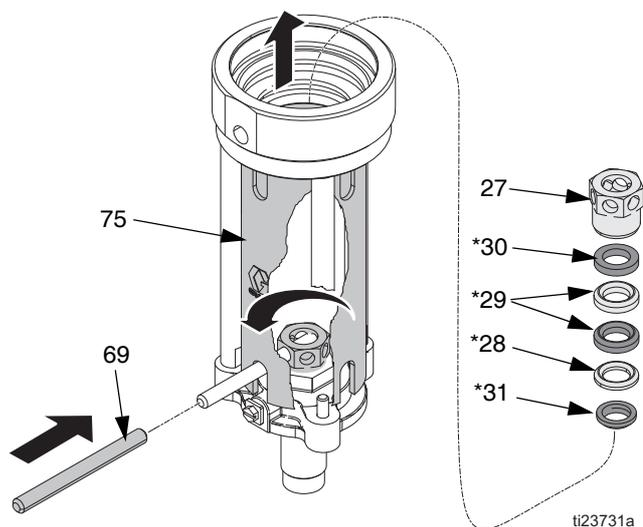

Рис. 25
12. Снимите шестигранную гайку (27) с крепежного фланца (26). Снимите внешний сальник (30*), 2 уплотнения из тефлона (29*), внутренний сальник (28*) и грязесъемник (31*). Осмотрите все детали на наличие повреждений. См. Рис. 25.